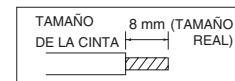

Fig. 3-53
- (1) Corte el extremo de los cables con alicates de corte y quite el aislante para exponer el cable unos 8 mm. Consulte la etiqueta (Fig. 3-53) ubicada cerca de la placa de terminales.